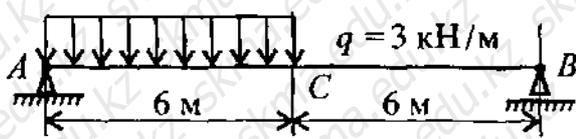

Рис. 2
7. Определите величину поперечной силы и изгибающего момента в сечении С, используя схему балки (рис. 2).